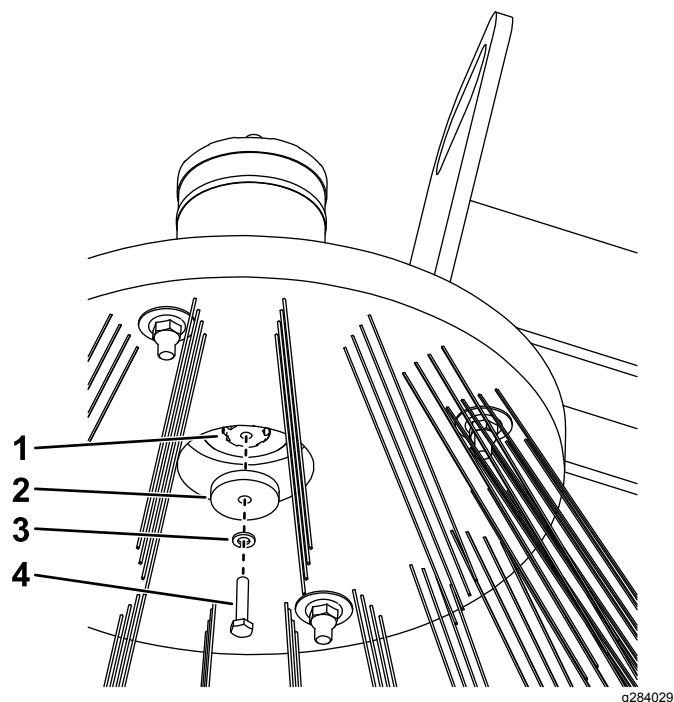

Figure 2
4. Fixez la tête à la brosse de voirie à l'aide du boulon, de la rondelle-frein et de la rondelle de blocage (Figure 2).